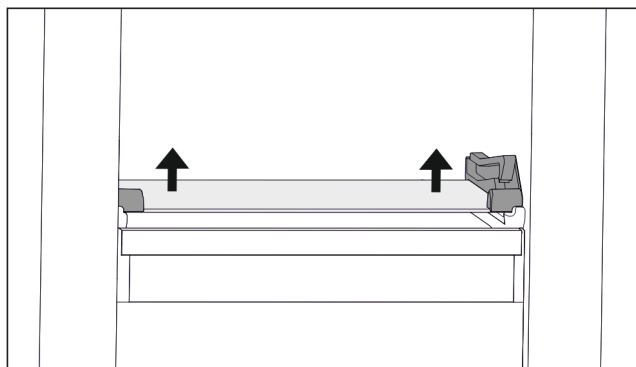

Fig. 107 Placa de vidrio del cajón inclinado
- ▶ Empuje la placa de vidrio desde abajo hacia arriba por ambos lados. (consulte Fig. 107)